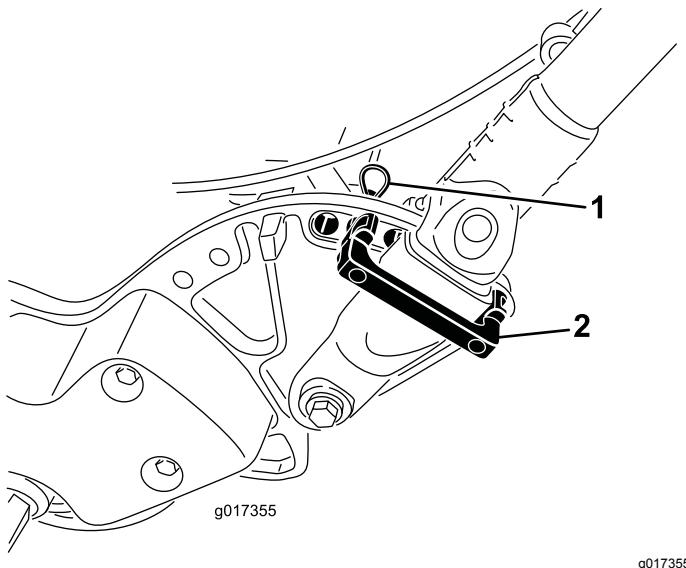

Figura 9
1. Sostenendo la stegola, rimuovete le fascette per cavi che fissano i morsetti della stegola alle piastre laterali (Figura 9).
2. Ruotate la stegola nella posizione di funzionamento desiderata, quindi inserite un fermo della stegola sul relativo morsetto e nei fori corrispondenti della piastra laterale (Figura 9).
3. Mantenete il morsetto in posizione con la coppiglia a forcina (Figura 9).